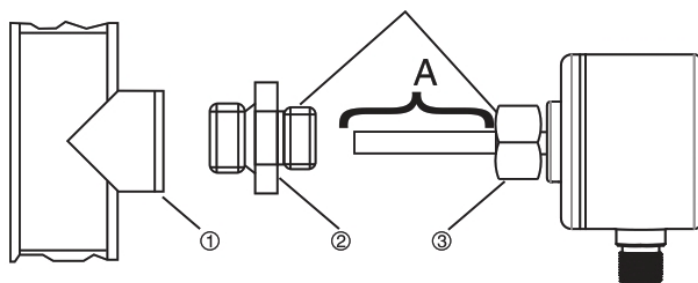

Рис. 4
1. Чтобы плавно завинтить гайку, нанесите смазочный материал на гайку ③ и резьбу. (Рис.4)
2. Прикрутите подходящий переходник ② к месту соединения ①. (Рис.4)
3. Вставьте датчик в переходник и затем закрутите гайку ③. Максимальный крутящий момент закручивания: 50 Нм. (Рис.4)